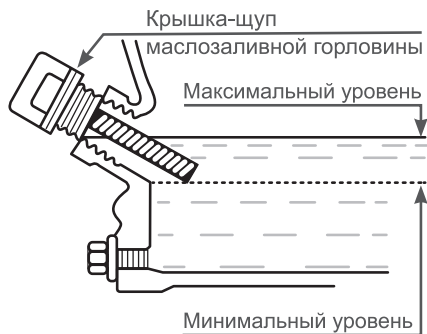

Рис. 5 Проверка уровня масла в картере
5. Аккуратно вытащите щуп и осмотрите его. Уровень масла должен соответствовать верхней отметке на щупе. При недостаточном уровне масла в картере необходимо долить чистое масло до верхней отметки на щупе, что соответствует нижней кромке заливного отверстия (Рис. 5). После окончательной проверки, плотно закрутите крышку-щуп.
Максимальный уровень масла в картере соответствует нижней кромке маслозаливной горловины (Рис. 5).